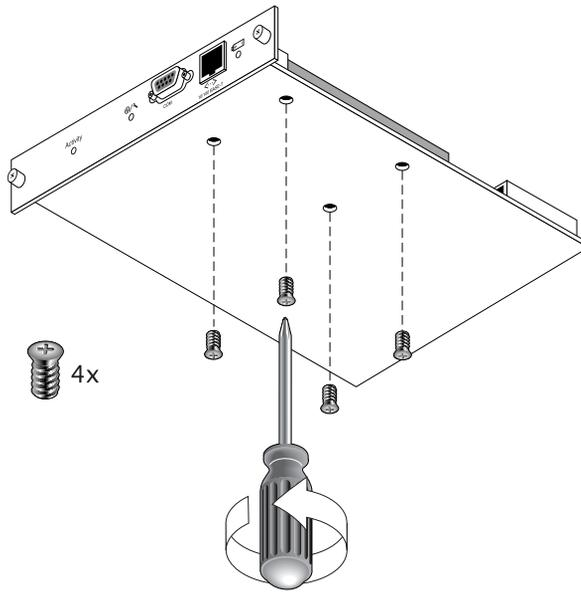

図 4-5 ねじを取り外したバッテリーモジュールの底面
4. 図 4-5 に示す取り外し手順と同様の手順でモジュールの下側にあるねじを取り外し、バッテリーモジュールからバッテリーを離します。